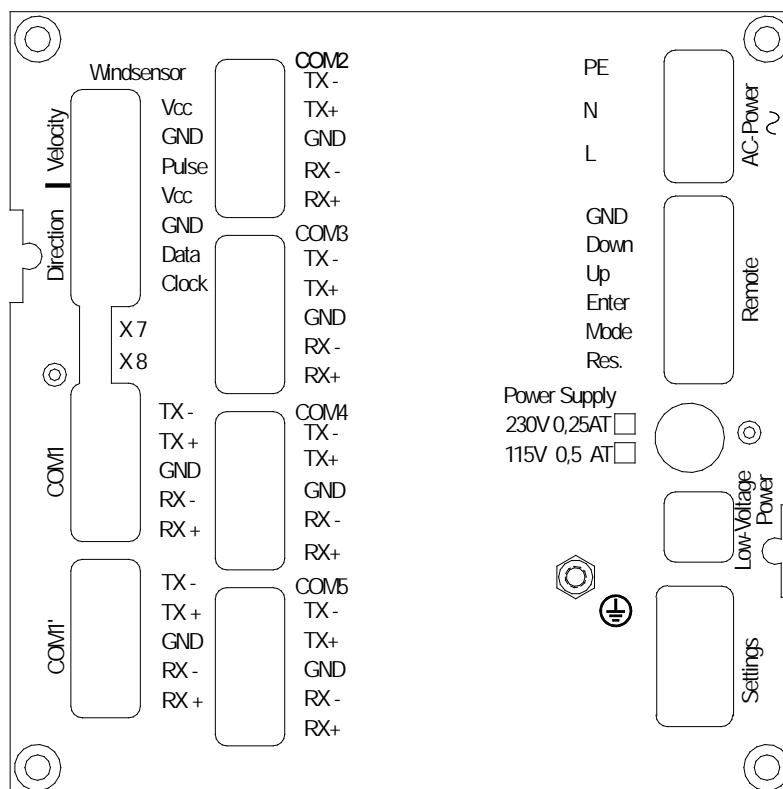
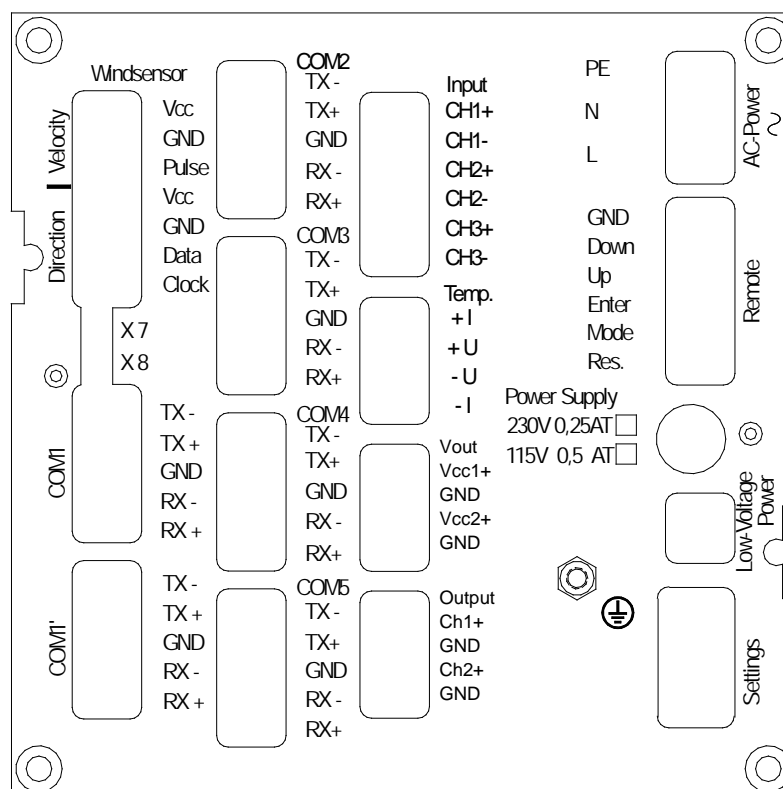

Abbildung 2: Rückseite 4.3251.0x.001
Abbildung 3: Rückseite 4.3251.0x.x02
Alle Anschlüsse befinden sich auf der Rückseite (siehe **Abbildung 2; Abbildung 3**).
- Durch das Einsetzen eines Jumpers (X7) am Empfangsgerät (Slaves) kann der integrierte Terminierungswiderstand (RT=200Ω) aktiviert werden (siehe Abbildung 3.).